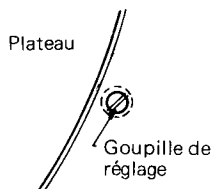

Fig. 1.
- a. Pour que la pointe se pose plus vers l'intérieur du disque, tourner lentement la goupille excentrique de l'orifice de réglage sur la droite, avec un tournevis de diamètre 4,5 mm (Fig. 1).